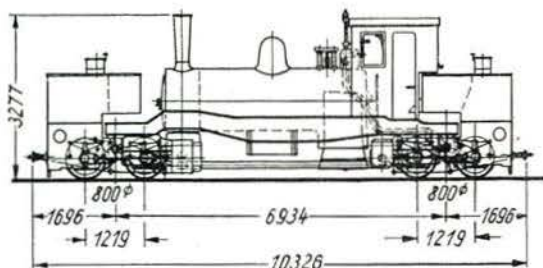

Bild 2 Maßskizze der ersten Garratt-Lokomotive.
2. Garratt-Lokomotive (Bild 2)